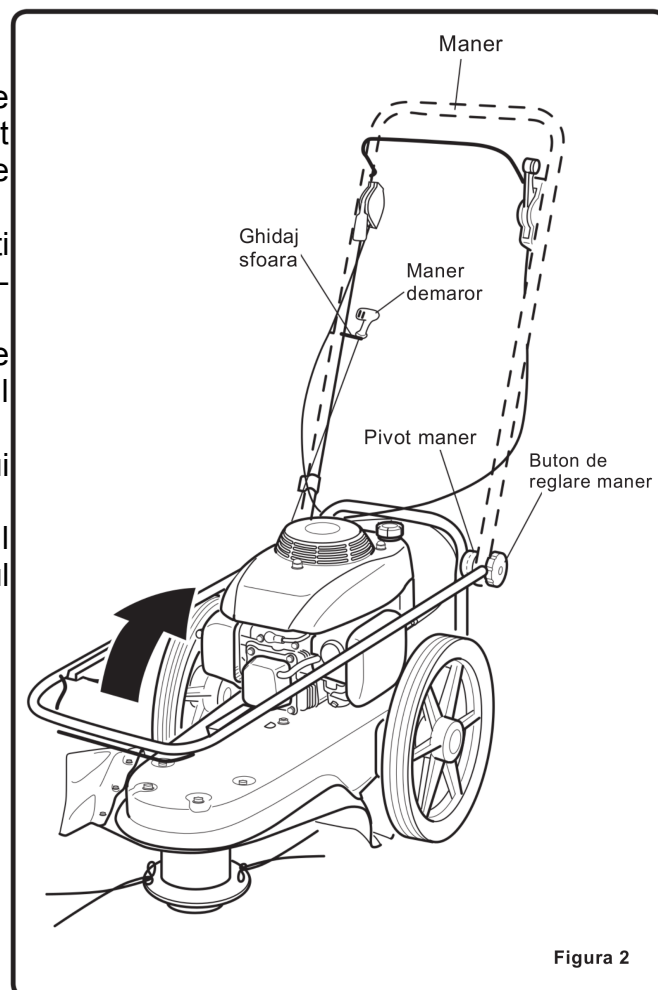

Figura 2
1. Pentru a ridica manerul pliat, rotiti butoanele de reglare pana cand dintii de cuplare sunt decuplati. Nu scoateti butoanele de reglare ale manerului. (Vezi Figura 2)